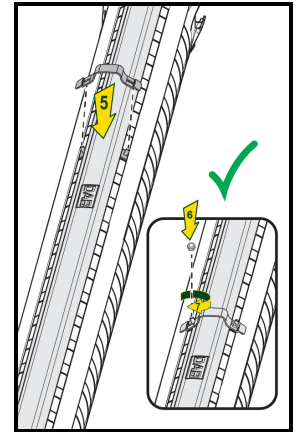

Abb.3
4. Bringen Sie den Verschlussbügel an (Abb. 3).
5. Ziehen Sie die selbstsichernden Muttern an (Abb. 3).